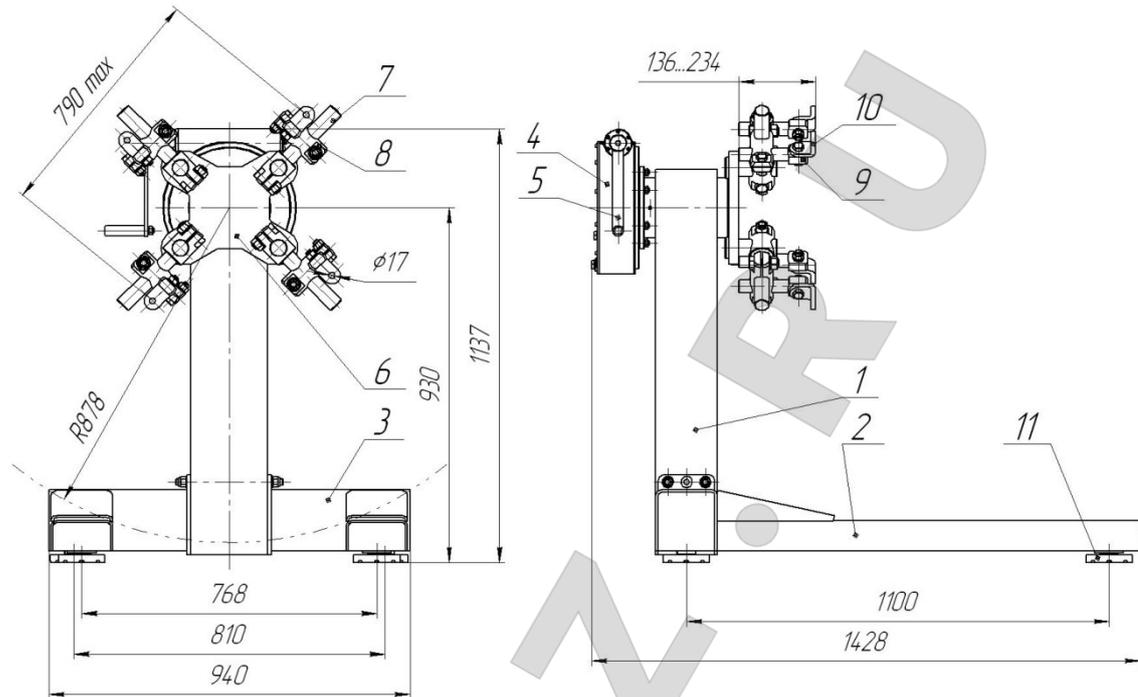
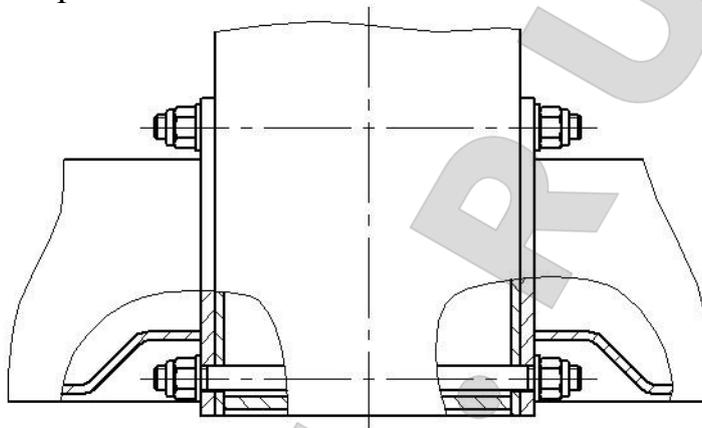

Рис. 1 Стенд Р1250
Рис. 2 Схема сборки рамы стенда
4.1. Двигатель на стенде закрепляется на адаптерах (поз. 7, 8, 9, 10, рис. 1), которые установлены на шпинделе 6. Вращением рукоятки 5 через червячный редуктор 4 двигатель поворачивается в положение наиболее удобное для работы.
Распакуйте и расконсервируйте стенд. При помощи шпилек, гаек и шайб присоедините к стойке (поз.1 рис. 1) правую и левую опоры (поз. 2 и 3, рис 1), как показано на рис. 2.
Ослабить крепежные болты на адаптерах (поз. 7, 8, 9, 10, рис.1).
Болтами или шпильками (в комплект не входят) закрепить уголки (поз. 10, рис. 1) к двигателю.